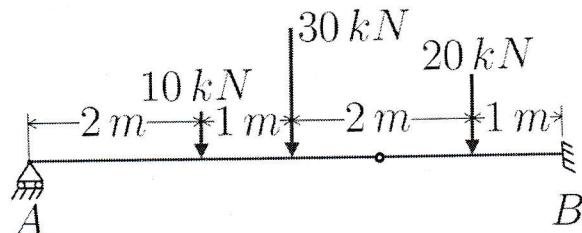

FIGURE 3.8 – Chargement extérieur appliqué à la poutre - Exercice 10
2. Calculer les M.F. aux sections  $\Sigma_1$  et  $\Sigma_2$  du chargement extérieur appliquée (figure 3.8).